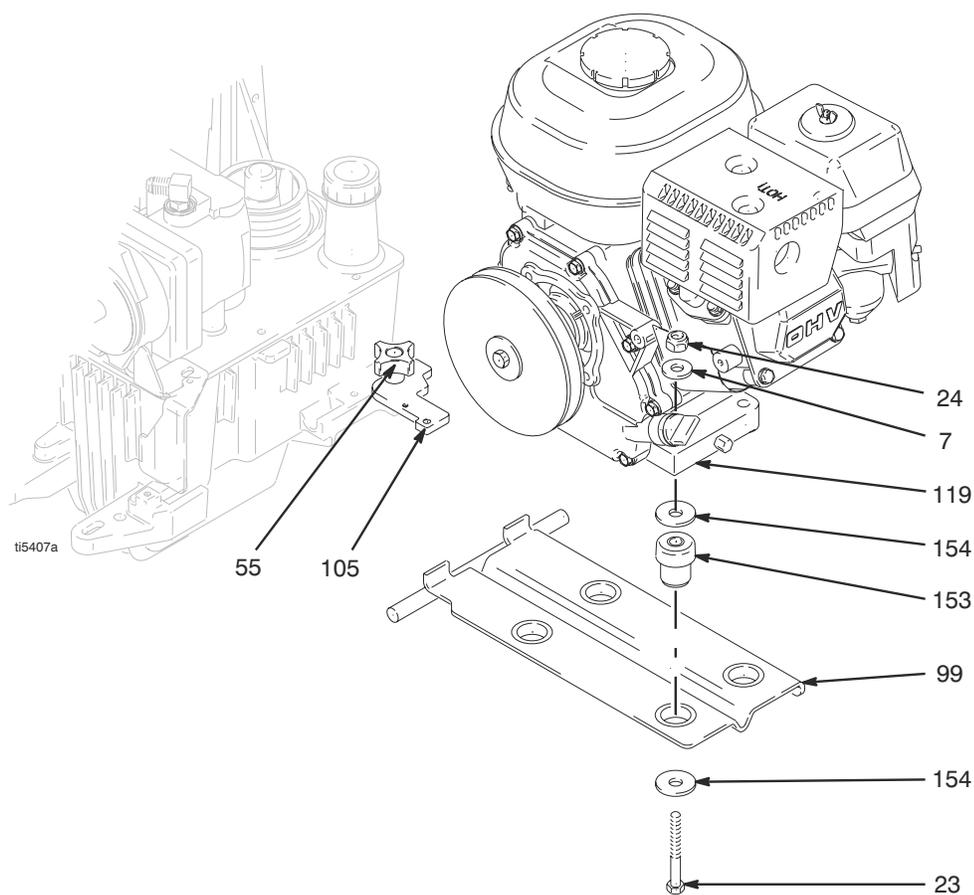

FIG. 4
2. Fig. 4. Desserrer le bouton du moteur (55). Rabattre la fixation du moteur (105).
3. Désolidariser le moteur (119) et la plaque de support (99) du pulvérisateur.
4. Enlever les quatre vis (23), rondelles (7) et écrous (24) et démonter la plaque de support (99), les amortisseurs (153) et rondelles (154) du moteur (119).